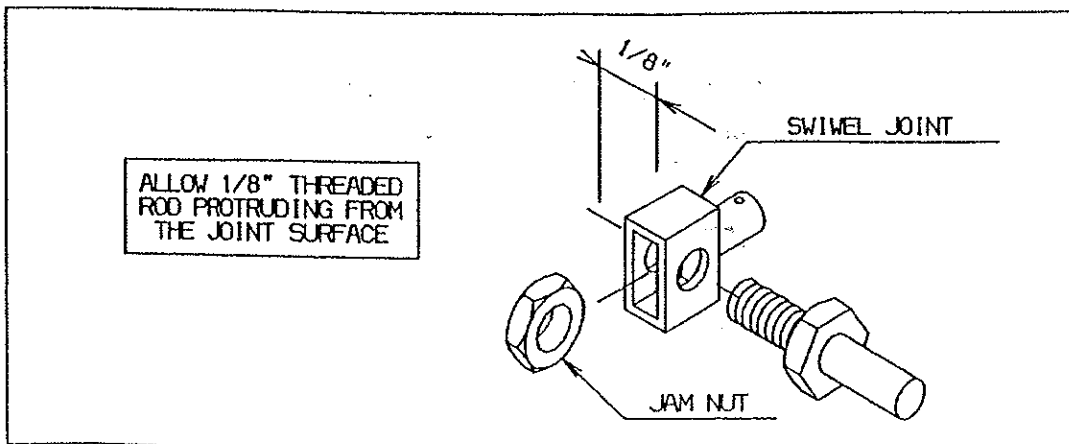

Fig. 3 - Shift Cable Swivel Connection.
- Dopo aver inserito il dado (Riferirsi alla Fig. 3), avvitare il giunto oscillante sull' astina terminale del cavo invertitore. Lasciare sporgere l' astina filettata dalla superficie del giunto per 1/8 di pollice (3.18 mm).